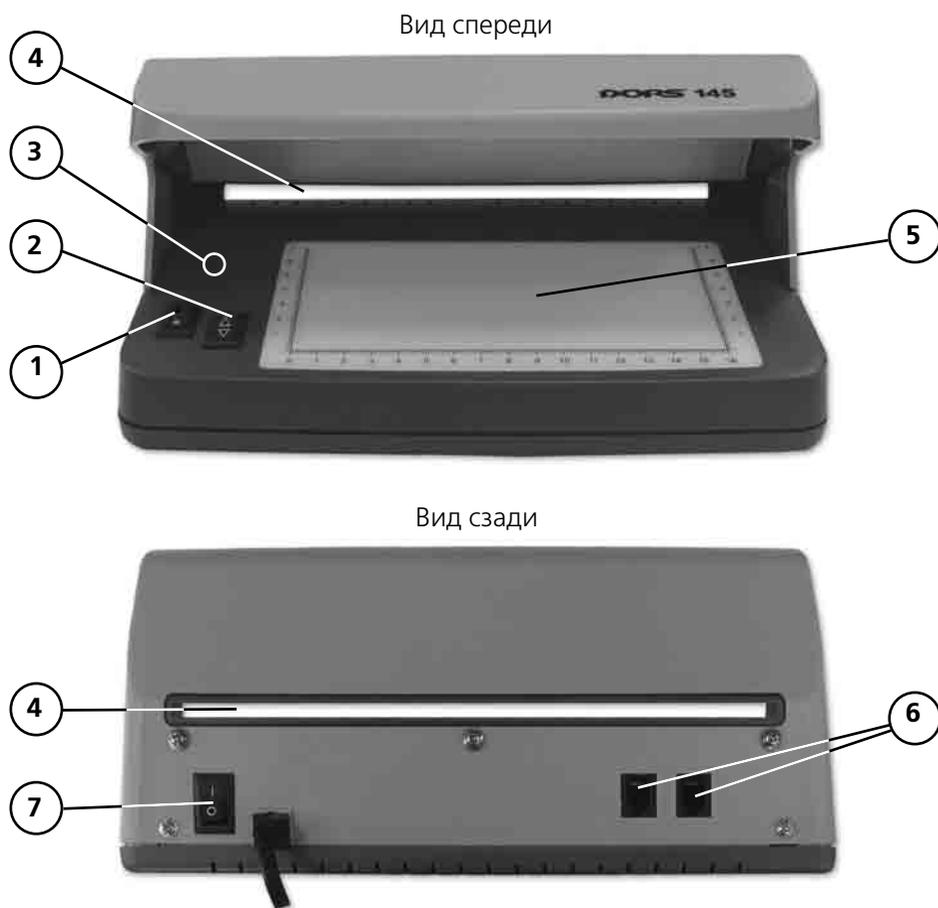
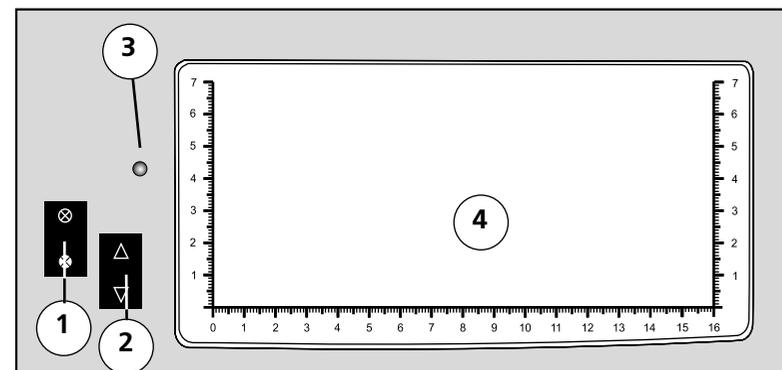

Рис. 1
Рис. 2
1. Подключите детектор к сети (220 В, 50 Гц). При этом начнёт светиться индикатор подключения к электрической сети (рис. 1, поз. 3). Включите детектор нажатием клавиши выключателя **«Сеть»** на задней панели (рис. 1, поз. 7) – просмотрная зона (рис. 2, поз. 4) осветится синим или белым светом, в зависимости от положения переключателя "УФ/белый свет".
2. Расположите одну или несколько банкнот на передней панели детектора в просмотрной зоне (рис. 2, поз. 4).
детектора (рис. 2, поз. 1) выберите необходимый режим работы:
При помощи переключателя (рис. 2, поз. 2) можно выбрать режим проверки в белом свете: